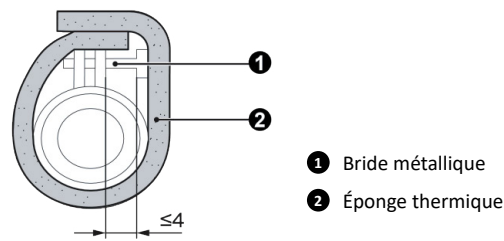

Fig. 4.3.3
- 3 Utilisez la plaque d'étanchéité pour isoler le collier de serrage et le tuyau, comme illustré à la Fig.4.3.3.